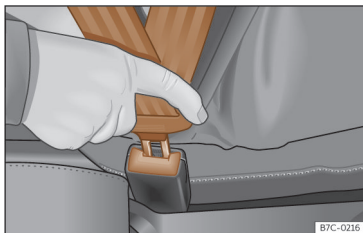

Fig. 20 Inserire la linguetta della cintura di sicurezza nella relativa chiusura.
- Incastrare la linguetta nella chiusura del relativo sedile >>> **fig. 20.**